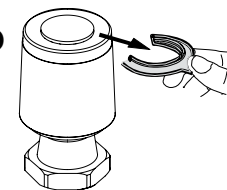

Рис. 1
Электропривод TWA-ZL (NO) содержит в своей конструкции внутреннюю пружину, воздействующую на шток, и разрезное кольцо, которое удерживает шток в удобном для монтажа положении (рис. 1). После установки электропривода на клапан кольцо удаляется, и пружина перемещает шток клапана вниз, открывая его.